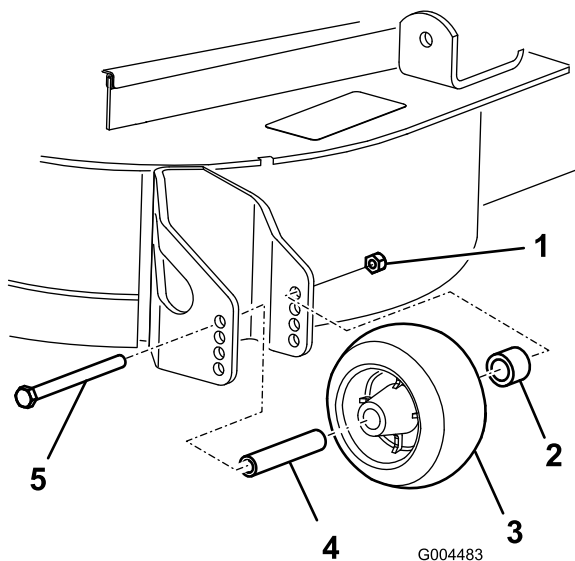

Figura 24
3. Después de ajustar la altura de corte, ajuste los rodillos retirando la tuerca con arandela prensada, el casquillo, el espaciador y el perno (Figura 24).
5. Instale la tuerca con arandela prensada, el casquillo, el espaciador y el perno. Apriete a 54–61 N·m (40–45 pies-libra) (Figura 24).